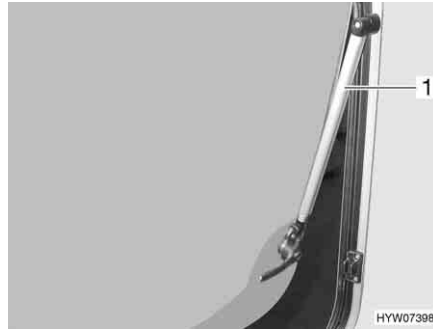

Bild 58 Ausstellfenster mit Automatik-Aussteller
- Das Ausstellfenster bis zur gewünschten Raststellung öffnen. Der Automatik-Aussteller (Bild 58,1) rastet selbstständig ein.